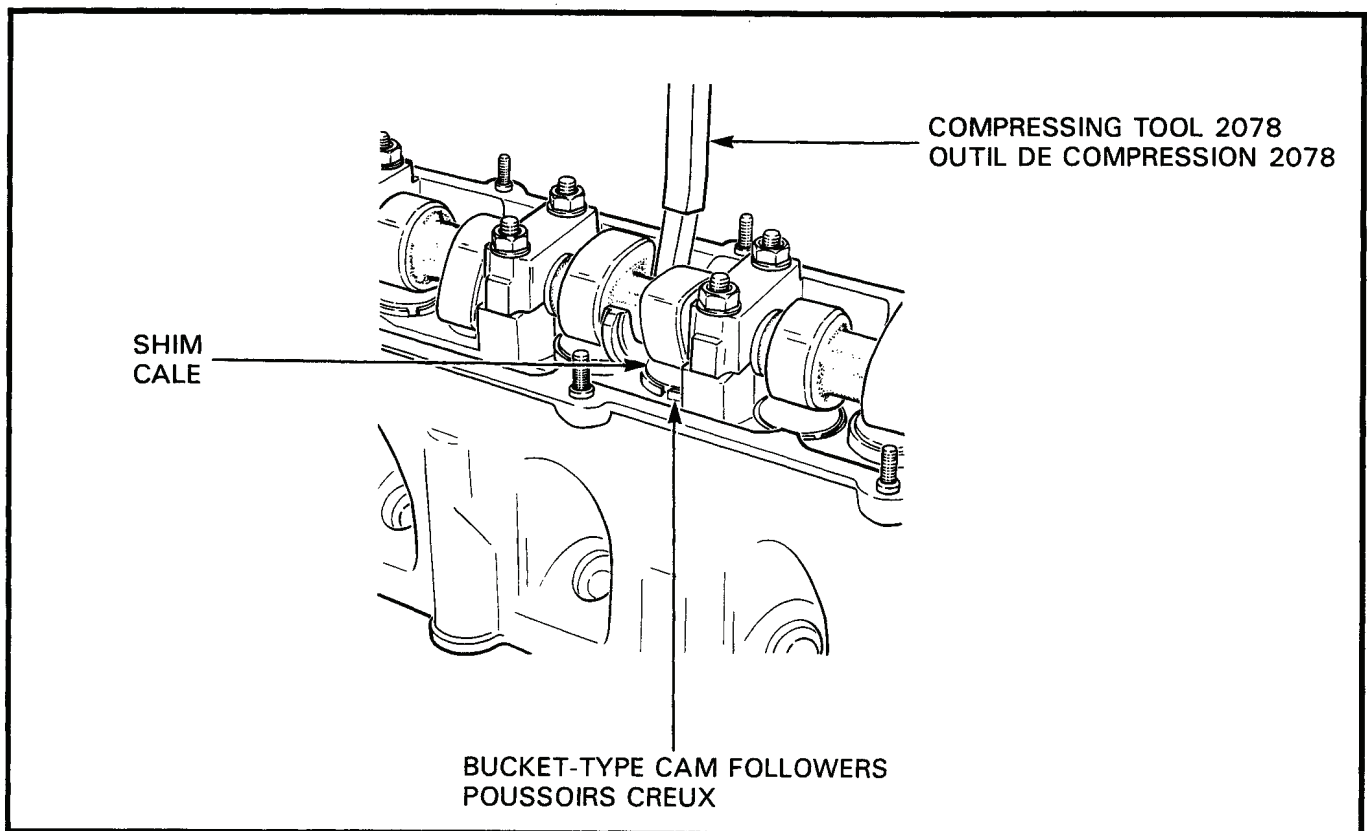

Figure 2-8-12 Pressing Bucket Type Cam Followers
- (1) Turn the bucket-type cam followers so that both slots in the bucket face toward the sides of the cylinder head.
- (2) Using compressing tool Hazet 2078, press both buckets down, see Figure 2-8-12.
- (3) Using shim pliers tool 10-208, remove the shim from the buckets. If shim pliers are not available, use low air pressure to remove the shim.
- (1) Tourner les poussoirs creux de façon à ce que les deux encoches soient placées vers les côtés de la culasse.
- (2) Au moyen de l'outil de compression Hazet 2078, exercer une pression sur les deux poussoirs, voir figure 2-8-12.
- (3) Au moyen des pinces à cales no 10-208, enlever la cale des poussoirs. Si les pinces à cales ne sont pas disponibles, enlever la cale au moyen d'une faible pression d'air.